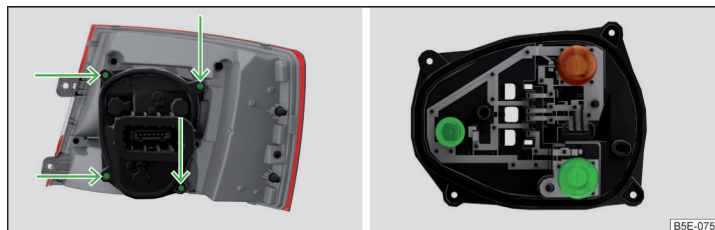

Fig. 363 Parte exterior de las luces/ Soporte con bombillas
- Desenrosque el portalámparas » fig. 363 con el destornillador del equipo de herramientas a bordo y extraiga el portalámparas de la lámpara.